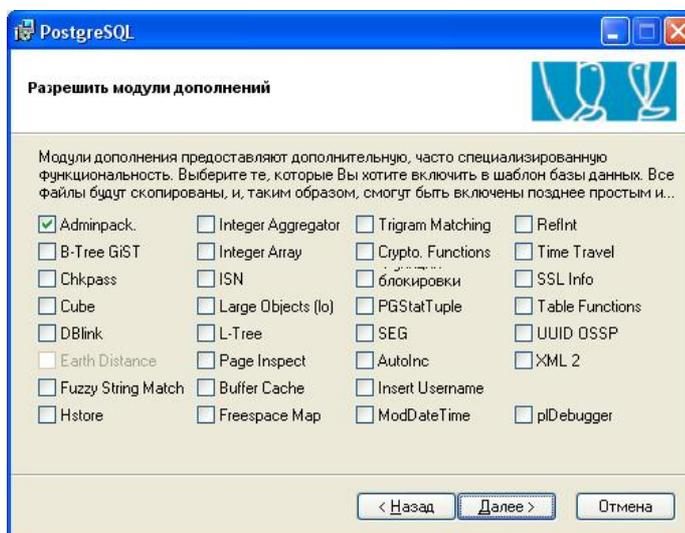

Рис. 4.2.9. Выбор модулей дополнений
- ü В окне *Разрешить модули дополнений* нажмите кнопку *Далее* (рис. 4.2.9).